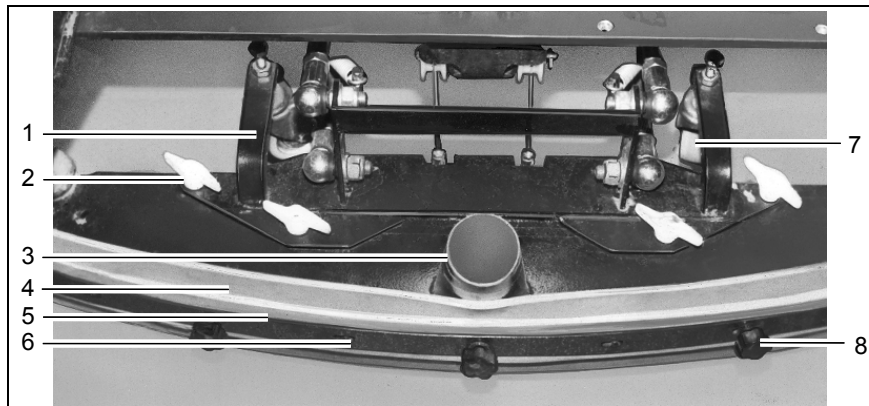

Abb. 35
5. Saugschlauch vom Anschlussstutzen (Abb. 35/3) des Saugfußes abziehen.
6. Die Flügelmutter (Abb. 35/2) an der Aushebung lösen.
2. Rändelmuttern (Abb. 35/8) abschrauben.
3. Klemm-, Stütz- und Dichtleiste (Abb. 35/4-6) abziehen.
Der Saugfuß steht mit Dichtleisten (Abb. 35/4) und Stützrollen (Abb. 35/7) auf dem Boden auf. Um die Saugfußauflage der Dichtleisten (Abb. 35/4) zu erhöhen, z. B. bei Verschleiß der Dichtleisten (Abb. 35/4), müssen die Stützrollen (Abb. 35/7) höher eingestellt werden:
3. Stützrollen (Abb. 35/7) links und rechts gleichmäßig einstellen:
5. Kontermuttern je Stützrolle (Abb. 35/7) festziehen.